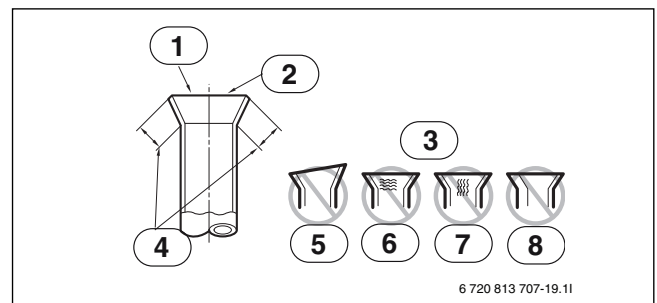

Рис. 21
- Сравните соединения отбортовкой с изображениями (→ рис. 21).